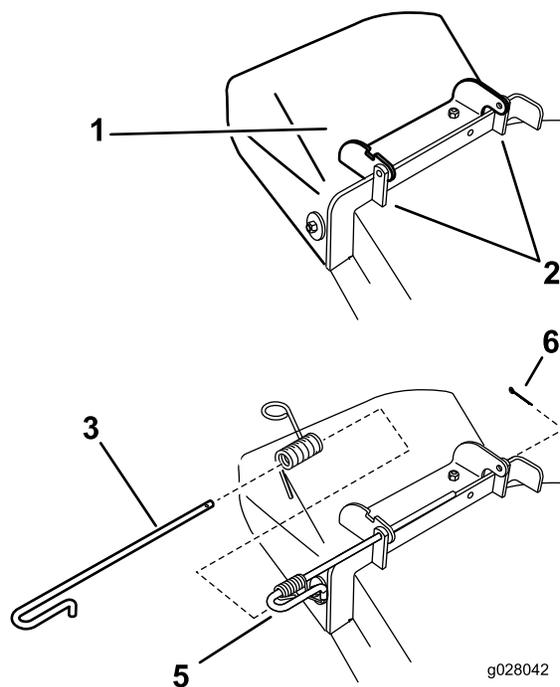

Figura 76
1. Retire la chaveta del extremo de la varilla (Figura 76).
2. Desenganche el muelle de la muesca del soporte del deflector, y retire la varilla de los soportes soldados de carcasa, el muelle y el deflector de descarga (Figura 76).
3. Coloque el nuevo deflector de descarga con los extremos de los soportes entre los soportes soldados de la carcasa (Figura 76).
7. Instale la chaveta en el extremo de la varilla (Figura 76).